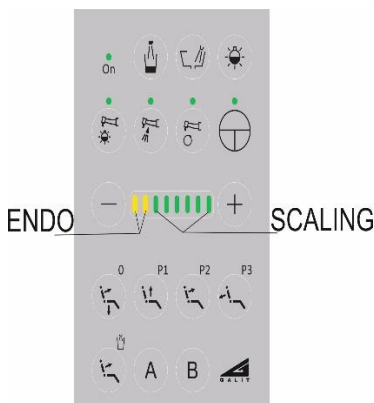

Рисунок 5.2.4.6
- вибрати необхідний режим роботи скелера (**PERIO/ENDO/SCALING**) на пульті блоку лікаря (рисунок 5.2.4.6). (Насадки чи файли для скелера необхідно обирати відповідно до режиму роботи скелера).